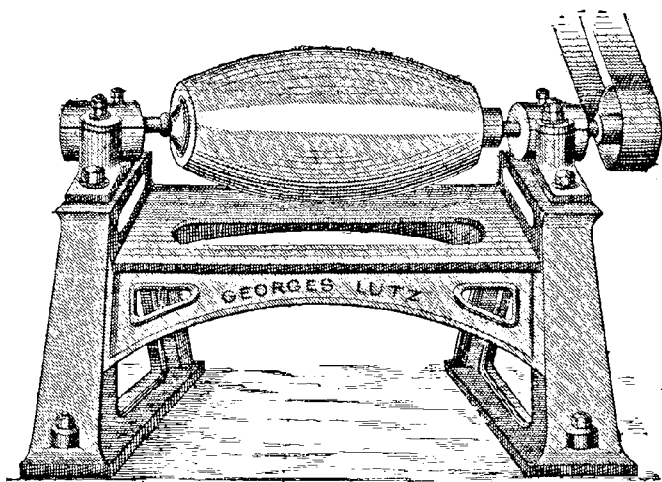

Fig. 121. Meule à doler.
A la sortie, on les teint, les dôle (fig. 121), on les coupe et on les coud (1).